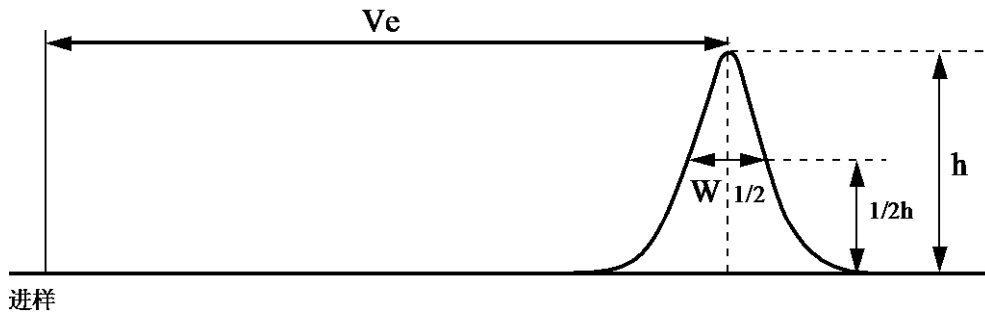

图 4 理论塔板数的计算方法
如图 4 中所示，通过半峰宽法计算色谱柱的理论塔板数 (N)。